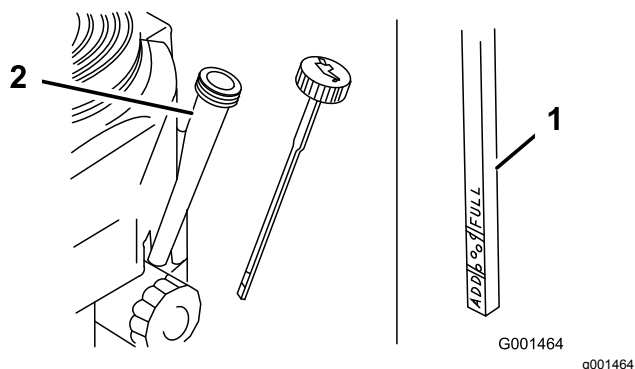

Рисунок 26
4. Очистите поверхность вокруг масломерного щупа (Рисунок 26), чтобы загрязнения не попали в заливное отверстие и не повредили двигатель.
5. Выверните масломерный щуп и на чисто протрите его конец (Рисунок 26).
6. Вставьте масломерный щуп в заливную горловину до упора, но не заворачивайте в нее (Рисунок 26).
8. Медленно залейте примерно 80% указанного количества масла в заливную горловину (Рисунок 26).